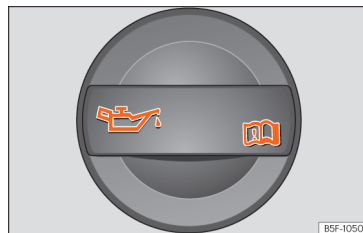

Abb. 213 Deckel der Motoröl-Einfüllöffnung im Motorraum.
- Suchen Sie den Motoröl-Einfüllstutzen. Sie erkennen ihn an dem Symbol  auf dem Deckel » (Abb. 213).
- Schrauben Sie den Deckel der Motoröl-Einfüllöffnung ab » (Abb. 213).